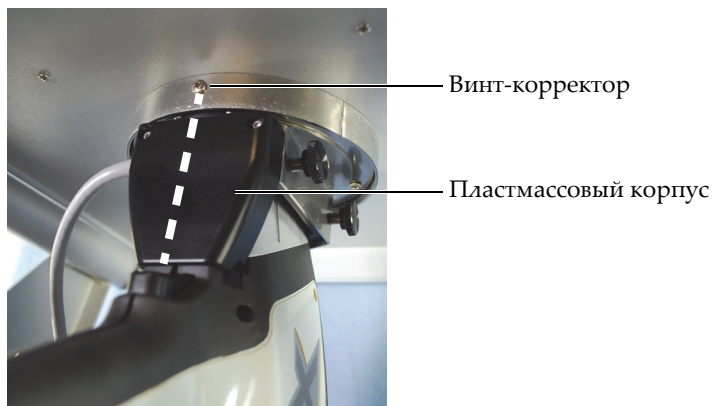

Рис. 5-5 Анализатор (адаптер) установленный в тестовом стенде
5. Осторожно поверните адаптер анализатора против часовой стрелки до щелчка. Середина пластмассового корпуса адаптера должна находиться на одной линии с винтом-корректором крепежного разъема на тестовом стенде (см. Рис. 5-5 на стр. 9)